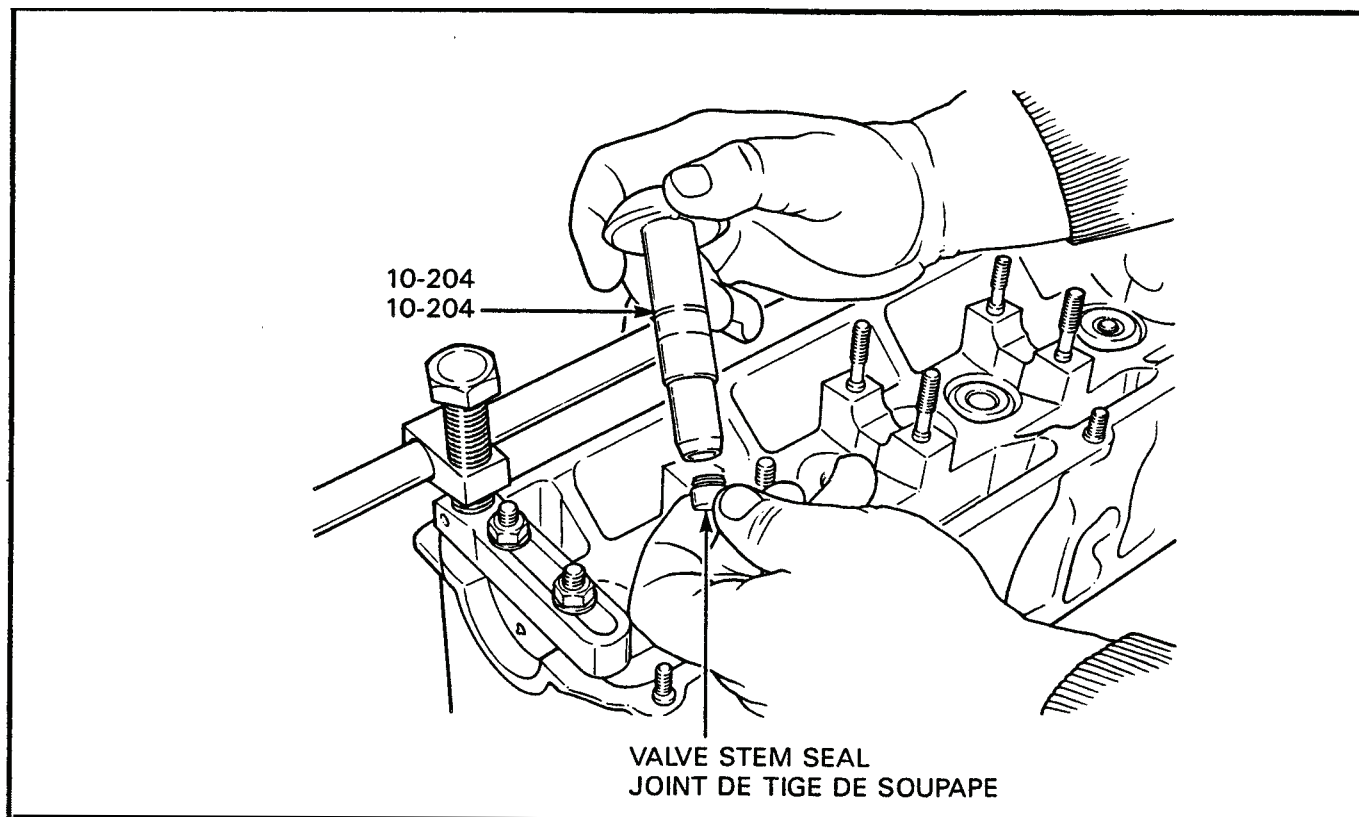

Figure 2-6-23 Installation of Valve Stem Seal
c. Insert the spring end of a seal into valve seal installer tool 10-204, see Figure 2-6-23, and apply a coat of oil to the valve stem.	c. Insérer l'extrémité d'un joint dans l'outil d'installation pour joints de soupapes 10-204, voir figure 2-6-23, et appliquer une couche d'huile sur la tige de soupape.
c. Insert the spring end of a seal into valve seal installer tool 10-204, see Figure 2-6-23, and apply a coat of oil to the valve stem.	c. Insérer l'extrémité du joint où se trouve le ressort dans l'outil d'installation 10-204, voir figure 2-6-23, et appliquer une couche d'huile sur la tige de soupape.